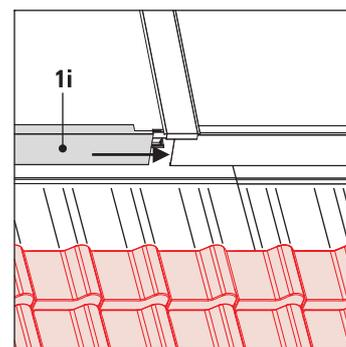

Fig. 3-47 Fase di lavoro 6
6. Applicazione della copertura di protezione visiva inferiore sinistra (1i). Per farlo, spingere la copertura di protezione visiva (1i) sotto al listello di inserimento verso il collettore piano di destra (fig. 3-47) e allinearla sul lato sinistro. Far sovrapporre i due schermi di protezione nella zona del pezzo d'inserimento.